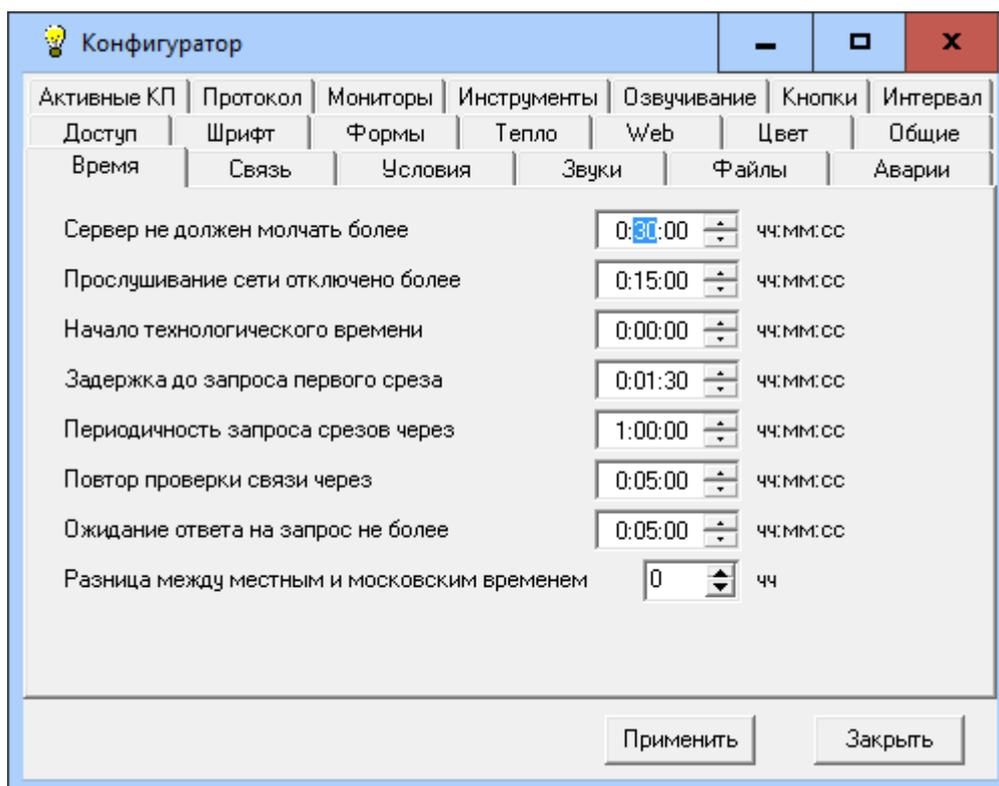

Рис.3.3. Окно конфигурации АРМ ТМ. Закладка “Время”.
3.4.1. Закладка “Время” имеет вид, показанный на рис.3.3.